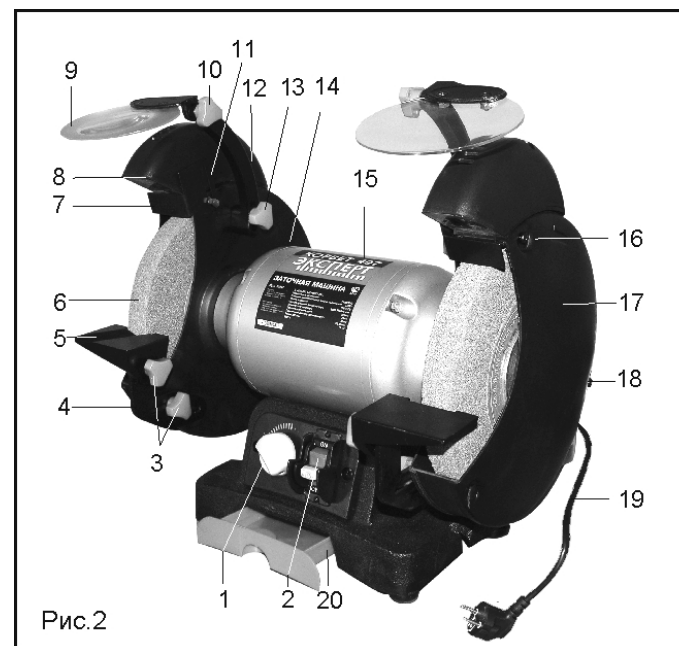

Рис.2
Машина состоит из следующих сборочных единиц и деталей (Рис.2):
Установите машину на ровной и устойчивой поверхности верстака и надежно закрепите её через специальные отверстия основания (Рис.2) с помощью болтовых соединений (не комплектуются). Исключите возможность контакта шнура питания 19 с шлифовальным кругом 6.
9. СБОРКА И РЕГУЛИРОВКА (Рис.2)
10.1. Пуск машины (Рис.2)
10.2. Заточка режущего инструмента (Рис.2)
11. ЗАМЕНА ШЛИФОВАЛЬНОГО КРУГА (Рис.2,3)